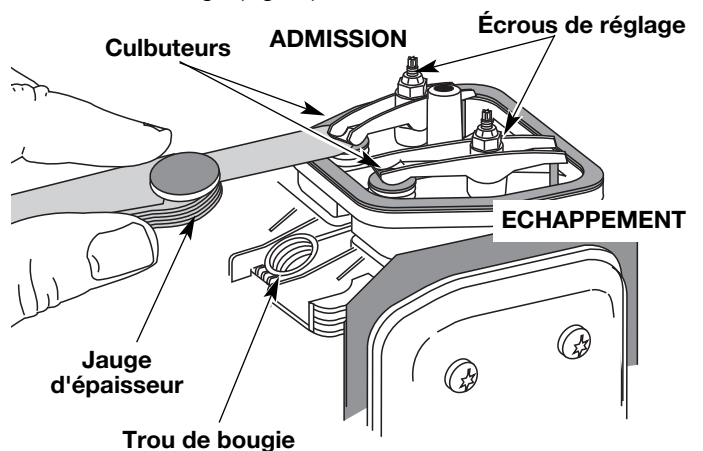

Fig. 36
- Le piston est au sommet de sa course lorsqu'on regarde par le trou de la bougie (Fig. 36).
12. Glissez la jauge d'épaisseur entre le culbuteur et le ressort de rappel de la soupape. Mesurez le jeu entre la tige de soupape et le culbuteur (Fig. 36 & 37). Faites-le pour les soupapes d'admission et d'échappement.
L'écart de jeu recommandé pour l'admission et l'échappement est de 0,076 – 0,152 mm (0,003 – 0,006 po). Servez-vous d'une jauge d'épaisseur d'automobile standard de 0,127 et 0,381 mm (0,005 et 0,015 po). La jauge d'épaisseur devrait pouvoir glisser entre le culbuteur et la tige de soupape en rencontrant une faible résistance mais sans coller (Fig. 36 & 37).